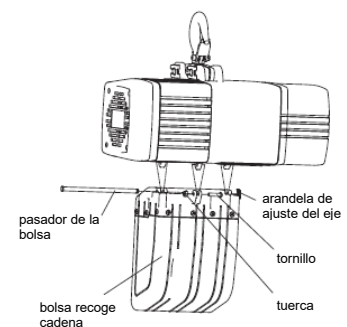

Imagen 2
- 3 Pasos para el montaje de la bolsa recoge cadena de 250 kg y 500 kg (Imagen 2)